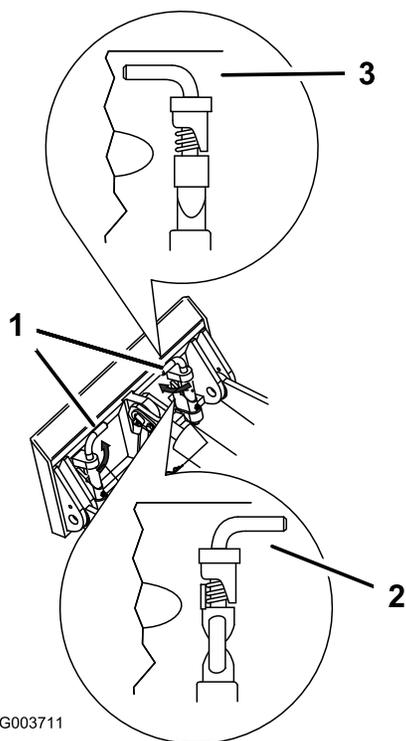

図 5
7. クイック取り付けピンを取り付けプレートにはめ込み、確実にはまっていることを確認する 図 5。